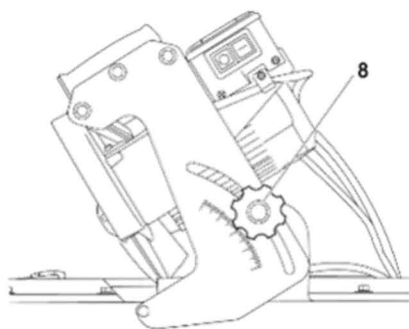
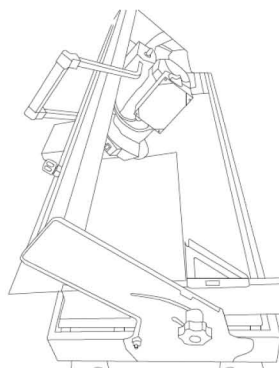

Fig.9
Fig.10
• Realizar un corte de inglete (Fig.9&Fig10)
1. Afloje la perilla de fijación de ajuste de perilla de sujeción de ajuste de ángulo (8) en ambos lados del producto.
3. Vuelva a apretar la perilla de sujeción de ajuste de ángulo (8).